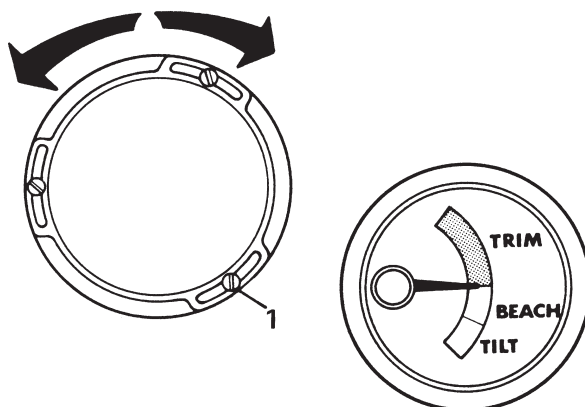

Fig. 53. Justering av trimindikator
2. Lossa de tre spårskruvarna (1 fig. 53) på givaren så att locket kan vridas.